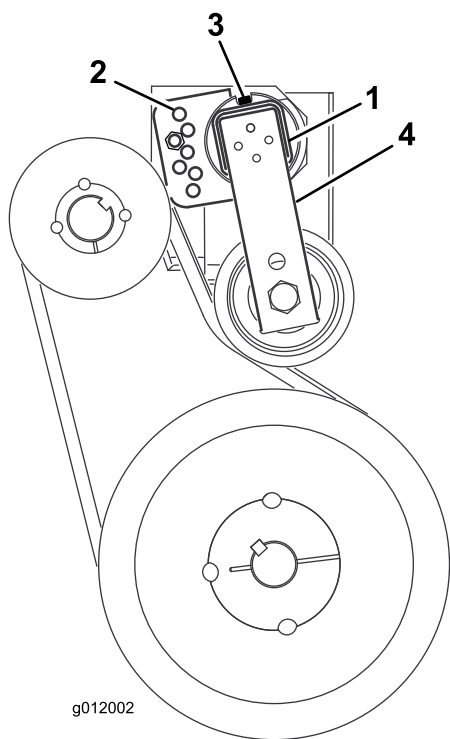

Figura 14
3. Retire o parafuso e porca que prendem o guia tensor à estrutura do soprador (Figura 14).
4. Na parte de trás da estrutura, desaperte o parafuso que prende o tensor da correia à estrutura (Figura 14).
6. Insira o parafuso nos furos do guia alinhado e prenda-o com a porca (Figura 14).